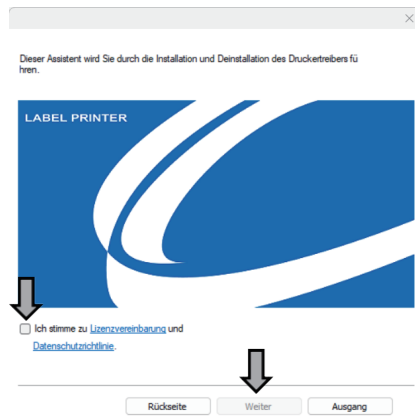

Fig.17
- ③ Fahren Sie mit dem nächsten Installationsbildschirm fort. Lesen Sie die Lizenzvereinbarung und die Datenschutzrichtlinie sorgfältig durch, aktivieren Sie anschließend „Ich stimme zu“ und klicken Sie auf „Weiter“ (siehe Abbildung 17).